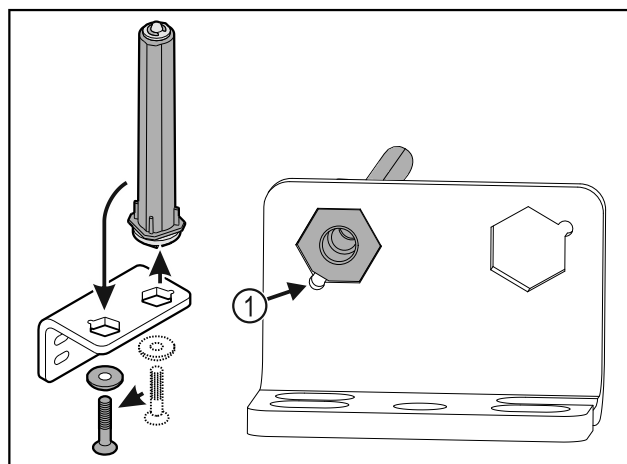

Fig. 35
- Let erop dat bij het plaatsen de boutafschuining Fig. 35 (1) naar het ronde gat wijst.